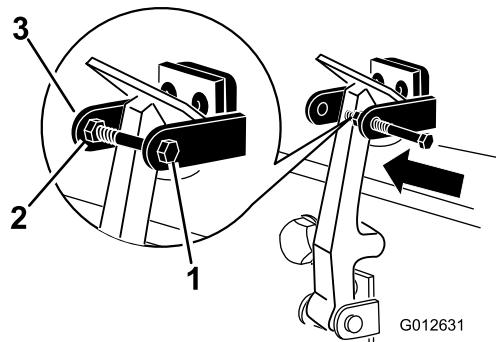

図 8
8. フードロックブラケットのもう一つのアームにボルトを差し込んでラッチをロックする図 8。